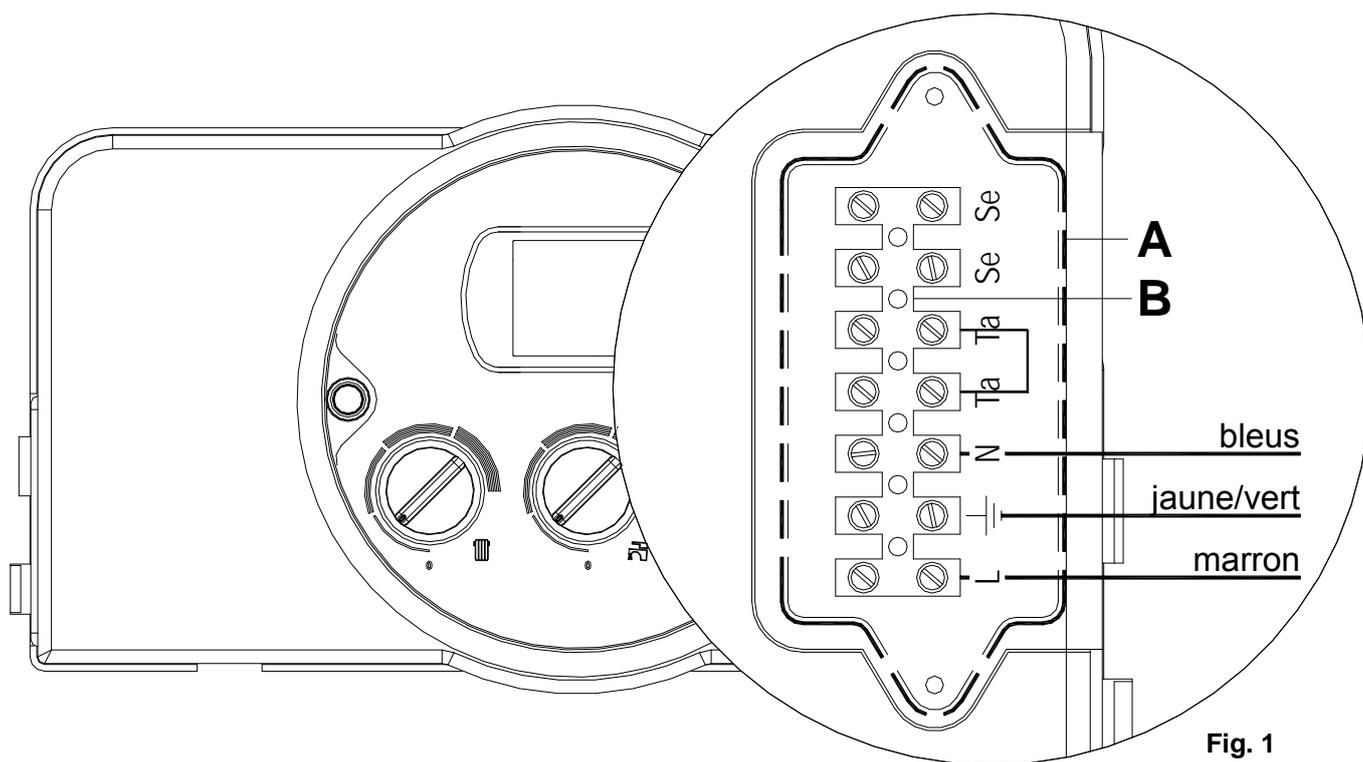

Fig. 1
- c. Dévisser les vis et retirer le couvercle A (voir fig. 1)
- dans le cas d'installation d'un conduit des fumées vertical, un siphon de récolte des condensats à placer à la base du conduit branché au système d'égout de l'habitation (fig. 1);